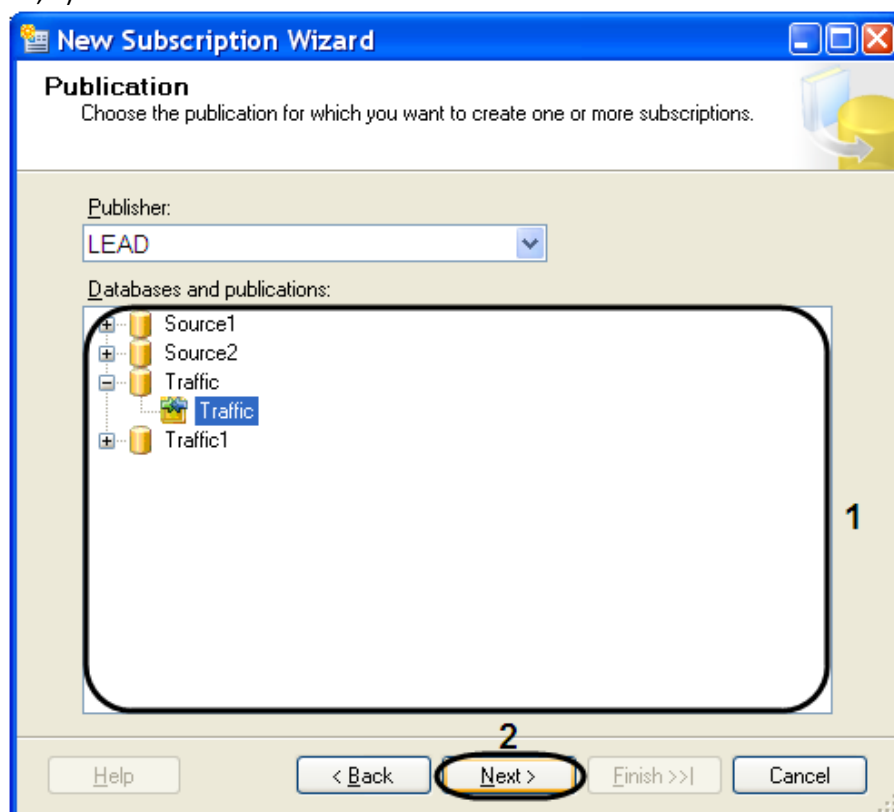

Рис. 11.3—14. Выбор публикации
9. Для продолжения нажать кнопку «Next» (см. Рис. 11.3—14, 2).